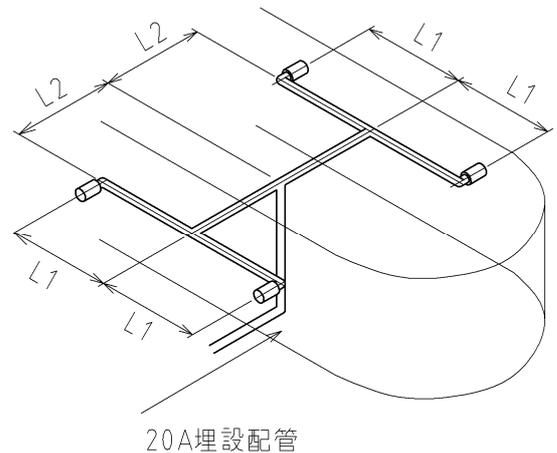

図 11 アイランド周辺配管の例
- (3) アイランド付近の分岐配管は図 11 のように、対象となる分岐配管の長さが、それぞれ等しくなるように配管します。